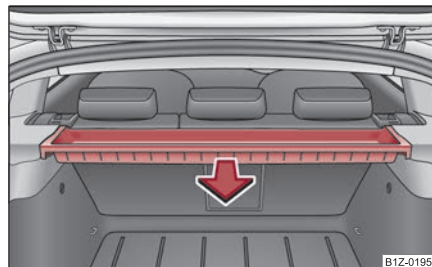

Fig. 134 Demontarea compartimentului
- Prindeți compartimentul cu ambele mâini și trageți în sensul săgeții ⇒ fig. 134.